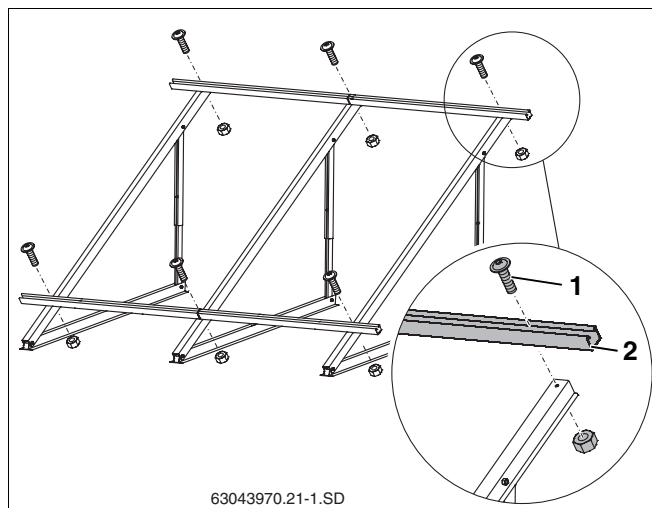

Fig. 34 Montar os perfis (aqui: para 2 coletores verticais)
- Apertar ligeiramente os perfis pré-montados (fig. 34, **item 2**) com parafusos M8 x 20 (fig. 34, **item 1**), para que os mesmos ainda possam ser alinhados.